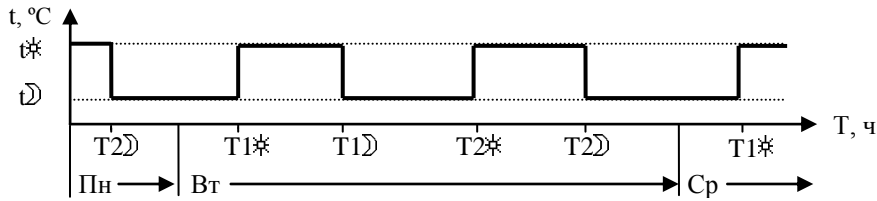

Рисунок 10 - Временной (недельный) график
7.6.1 В режиме “Программа” возможна установка для каждого дня недели до двух периодов, состоящих из начала и конца времени действия уставки температуры t_{\odot} “Норма” и t_{\Downarrow} “Ниже” (см. рисунок 10).